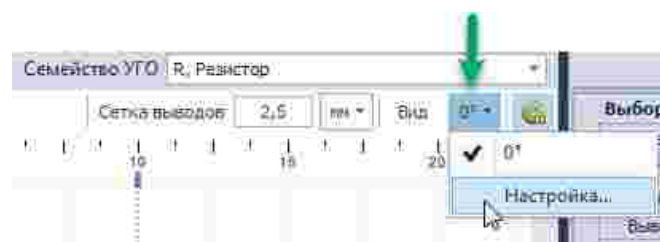

Рис. 197 Настройка типов отображения УГО
3. Раскройте выпадающий список в поле «Вид» и выберите пункт «Настройка...», Рис. 197.